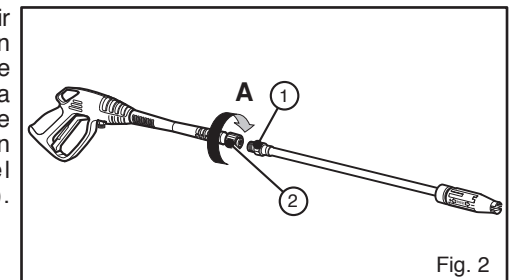

Fig. 2
Para montar lanza en la pistola basta introducir el extremo moldeado de la lanza (pos. 1) en el agujero de la pistola (pos. 2), cuidando de que encaje correctamente, luego ejercer una ligera presión en la lanza en la dirección de la flecha "A" y hacerla girar unos 15° en dirección horaria hasta alcanzar el acoplamiento completo (véase fig. 2).